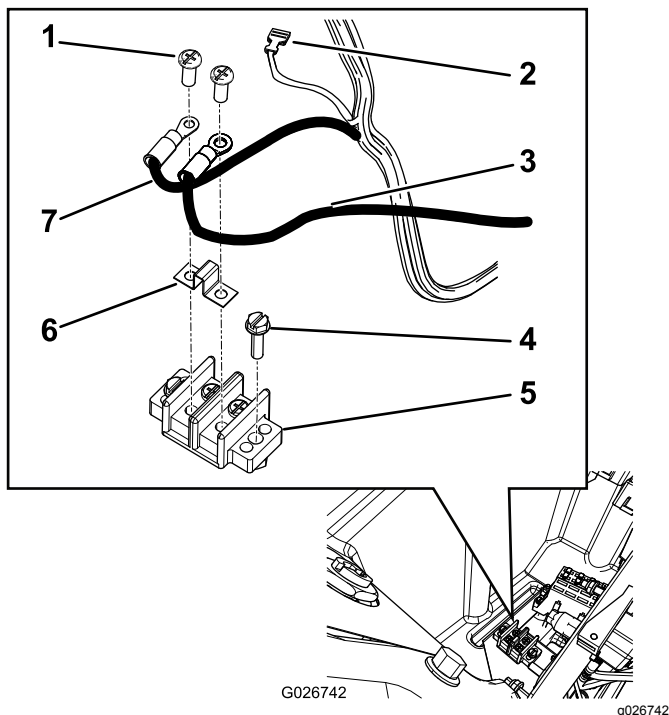

Figura 22
- B. Instale el bloque de terminales de tierra en la posición indicada en Figura 22.
- C. Retire los tornillos de los terminales e instale el puente en el bloque de terminales de tierra, según se muestra en la Figura 22.
- D. Localice el cable negro del arnés principal de la carcasa y sujételo a un lado del puente del bloque de terminales de tierra (Figura 22).
- E. Conecte el cable negro del arnés de la carcasa al otro lado del puente (Figura 22).